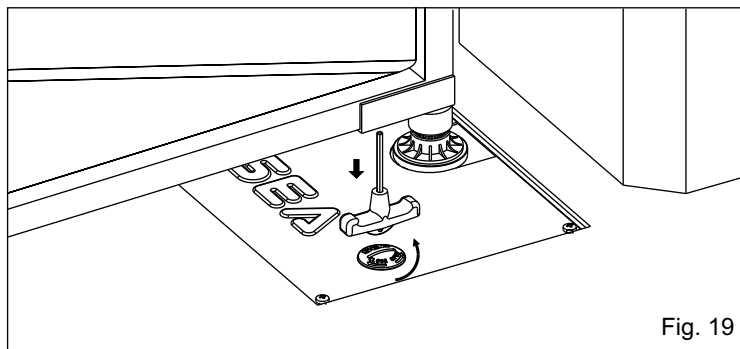

Fig. 19
- Utilizzare il dorso della chiave a brucola fornita in dotazione per aprire il tappo di sblocco che protegge la prolunga installata precedentemente (Fig. 19).